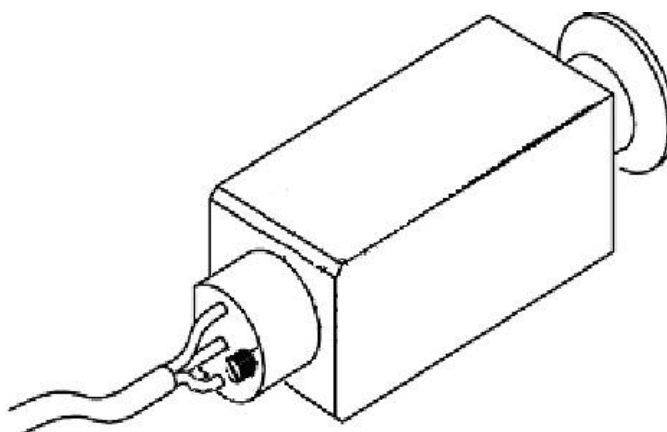

図 8 コネクタ取付2 (図は NW25 の場合)
(3)「図 8 コネクタ取付2」のように、奥まで差し込まれたか、良く確認してください。